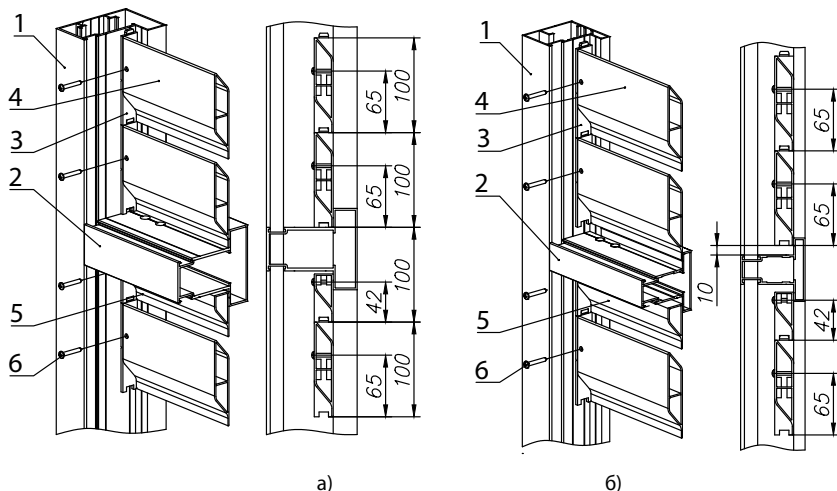

Рис. 31. Заполнение алюминиевым профилем «жалюзи»
Схема монтажа при наличии в изделии горизонтального импоста представлена на *рис. 31*.
- при изготовлении изделия на профиле 96 мм нижний профиль заполнения устанавливается вплотную к импосту (рис. 31а).
- при изготовлении изделия на профиле 68 мм нижний профиль заполнения устанавливается на расстоянии 10 мм от импоста (рис. 31б).